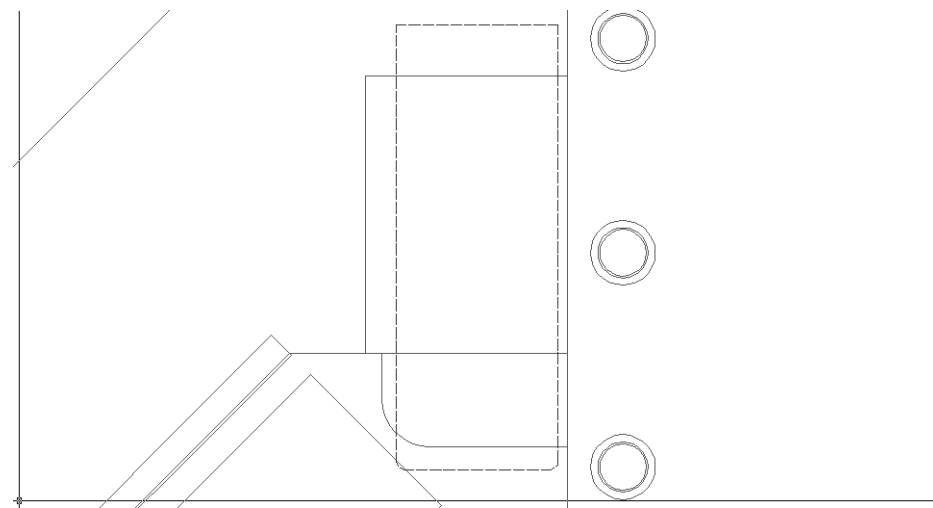

Рис. 6.25 ◀ Объекты слоя **СБлок II** автоматически отображаются штриховыми линиями
- Заморозьте слой **СБлок H** и разморозьте слой **СБлок II**. Вы не только убедитесь в том, что на этом слое появился контур системного блока, но и в том, что образующим его объектам был автоматически назначен выбранный при создании этого слоя тип прерывистой (штриховой) линии (рис. 6.25).